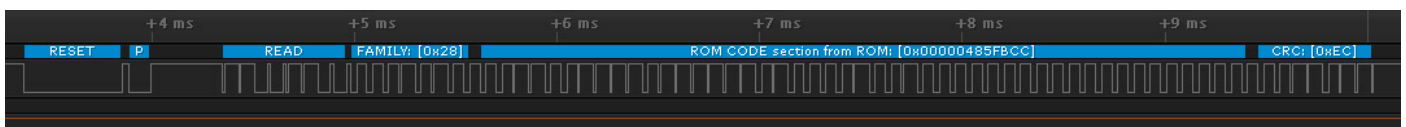
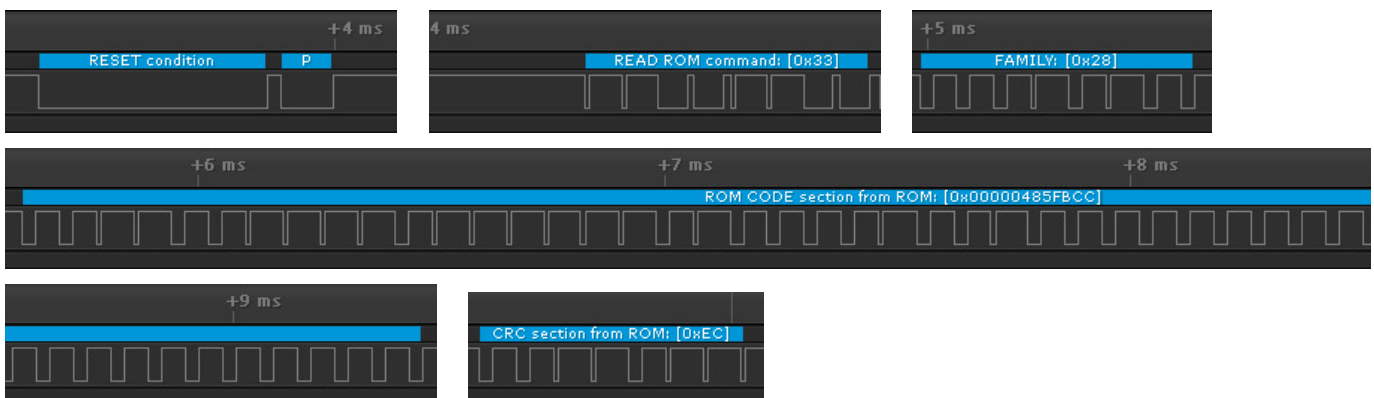

Bild 6: Signalverlauf ROM-Code lesen (Gesamtdarstellung)
Bild 7: Signalverlauf ROM-Code lesen (in Teile zerlegt)
Beim Aufbau einer Anlage ist es sinnvoll, zunächst zu prüfen, wie die ROM-Codes der teilnehmenden Temperatursensoren sind. Dazu schließt man *einen* DS18B20 am Bus an und der Master gibt eine hexadezimale 33 (Read ROM Kommando) auf den Bus. Eine genaue Analyse mit einem Logikanalysator (Bild 6 und der Blick in das Datenblatt [\[2\]](#)) zeigt, dass am Anfang jeder 1-Wire-Kommunikation eine sogenannte Reset Condition vom Master auf den Bus gegeben wird, die von Slave-Seite mit einem „Presence“ beantwortet wird. Der Signalverlauf aus Bild 6 wird nun anhand Bild 7 im Einzelnen besprochen: Im Ruhezustand liegt der Bus durch den Pull-up-Widerstand auf logisch High. Um eine Kommunikation zu beginnen, zieht der Master den Spannungspegel auf der Datenleitung für mindestens 480 µs auf Low (Reset Condition/Reset Pulse) und gibt den Bus dann wieder frei (High durch Pull-up-Widerstand). Der Slave wartet 15 bis 60 µs (damit saubere Signale vorliegen) und zieht dann den Bus seinerseits für 60 µs bis 240 µs auf Low und signalisiert damit seine Bereitschaft zur Kommunikation (vgl. Abbildung 13 im Datenblatt [\[2\]](#)).
Das macht der Master, indem er den Bus für eine 1 für maximal 15 µs und für eine 0 für mindestens 60 µs auf Low zieht. In Bild 7 kann man im zweiten Teilbild die seriell vom Master gesendete Bitfolge 1 1 0 0 1 1 0 0 erkennen. Wenn man nun (aus dem Datenblatt) weiß, dass stets das niedrigstwertige Bit zuerst übertragen wird, dann kann man diese Bitfolge manuell als 33 dekodieren (weil 0011 0011 binär = 33 hexadezimal ist). Der Slave wertet im Zeitraum zwischen 15 µs und 60 µs nach einer fallenden Flanke aus, ob ein High-Pegel (1) oder ein Low-Pegel (0) am Bus anliegt (Abbildung 14 oben im Datenblatt [2]).
Nachdem der Slave nun diese 33h empfangen hat, gibt der Slave den Family-Code auf den Bus (drittes Teilbild in Bild 7). Dafür zieht der Master für jedes Bit den Bus für mindestens 1 µs auf Low und gibt ihn dann wieder frei, woraufhin der Slave für eine logische 1 den Bus sofort auf High gehen lässt und für eine logische 0 den Bus für ca. 14 µs auf Low gezogen hält, was der Master jeweils erkennen kann (Abbildung 14 im Datenblatt [2]). Im Beispiel wird als Family-Code seriell 0 0 0 1 0 1 0 0 übertragen. Da wiederum das niedrigstwertige Bit zuerst übertragen wurde, wurde also 0010 1000, also 28h übertragen. Nach dem Family-Code 28h wird die einzigartige 48 Bit lange Seriennummer in gleichartiger Technik vom Slave an den Master signalisiert. Abschließend wird, wie in Bild 7 im letzten Teilbild zu sehen, die Prüfsumme (CRC) über die vorangegangenen Bits übertragen.
Pull-up-Widerstand auf High gezogen gehalten. Der Master kennt nun den ROM-Code des angeschlossenen Slaves. Die komplette Kommunikation aus Bild 6 sieht man in Bild 8 noch einmal in Form von (vom Logikanalysator) dekodierten Zeichen: RESET vom Master – PRESENCE vom Slave – Read ROM Kommando vom Master – Family-Code vom Slave – Seriennummer vom Slave – CRC vom Slave.